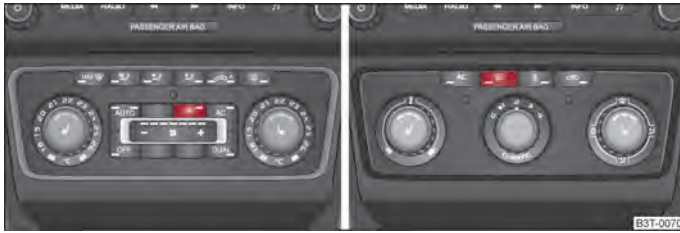

Abb. 47 Schalter für Frontscheibenbeheizung / Schalter für Heckscheibenbeheizung
- Sie schalten die Frontscheibenbeheizung durch Drücken des Schalters  ein bzw. aus ⇒ Abb. 47 - links, die Kontrollleuchte im Schalter leuchtet bzw. erlischt.
- Sie schalten die Heckscheibenbeheizung durch Drücken des Schalters  ein bzw. aus ⇒ Abb. 47 - rechts, die Kontrollleuchte im Schalter leuchtet bzw. erlischt.